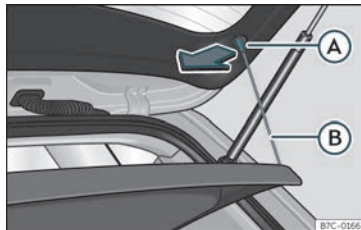

Fig. 114 No maleteiro: desmontar e montar a bandexa.
- Desenganche os tirantes de suxeición >>> fig. 114 B dos aloxamentos A.
- Enganche os tirantes de suxeición >>> fig. 114 B no portón traseiro.